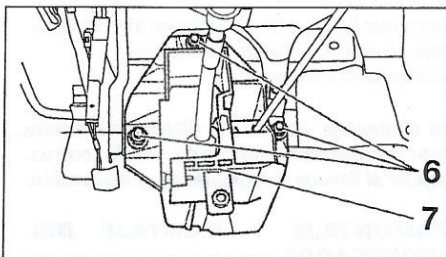

FIGURA 10-4
- Desmontar los tornillos de fijación (6) y el selector de velocidades (7) (figura 10-4).